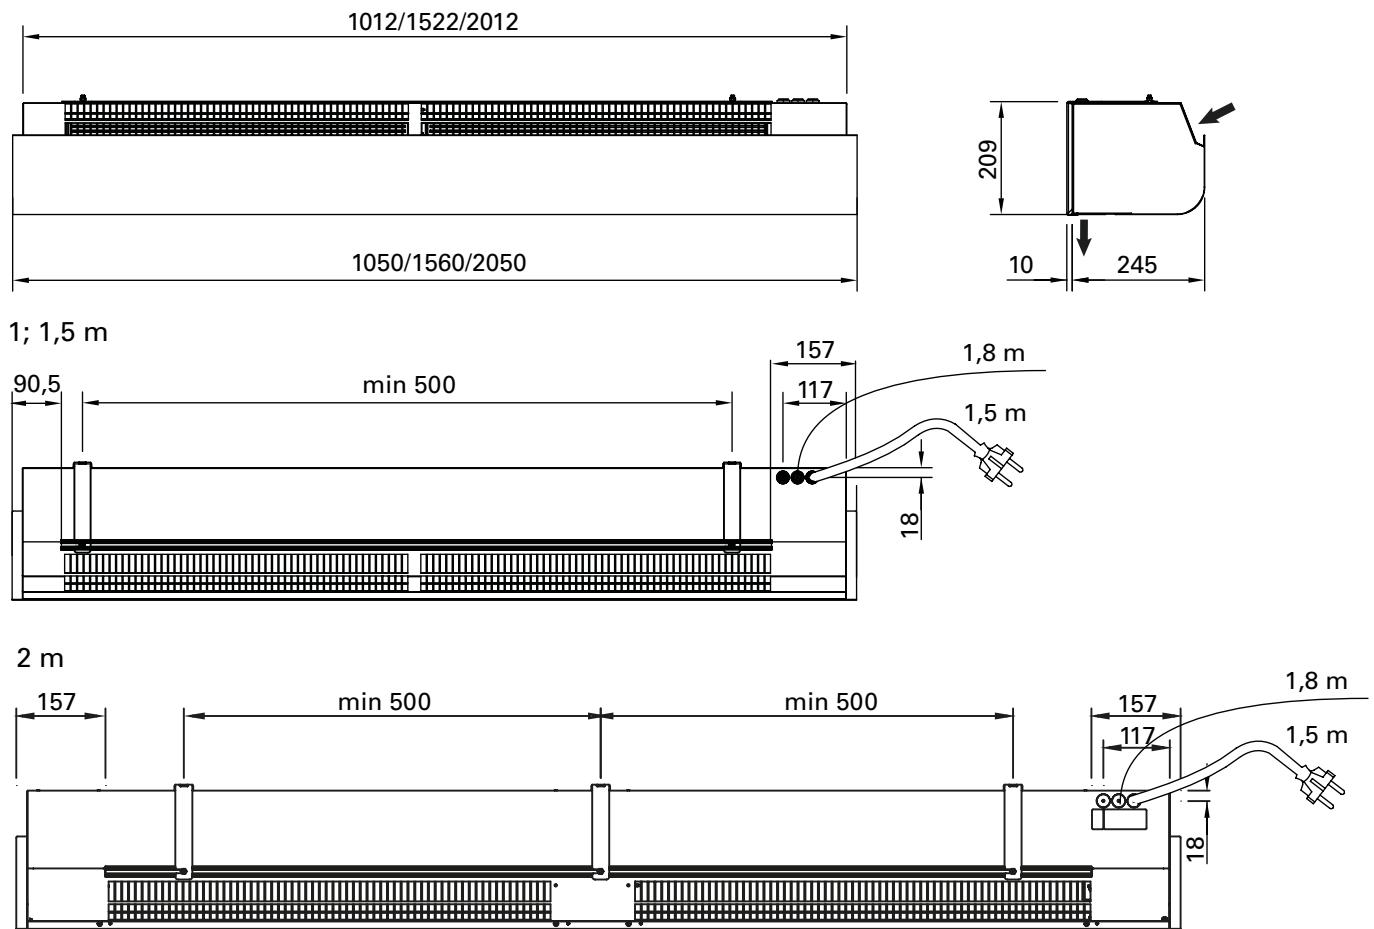
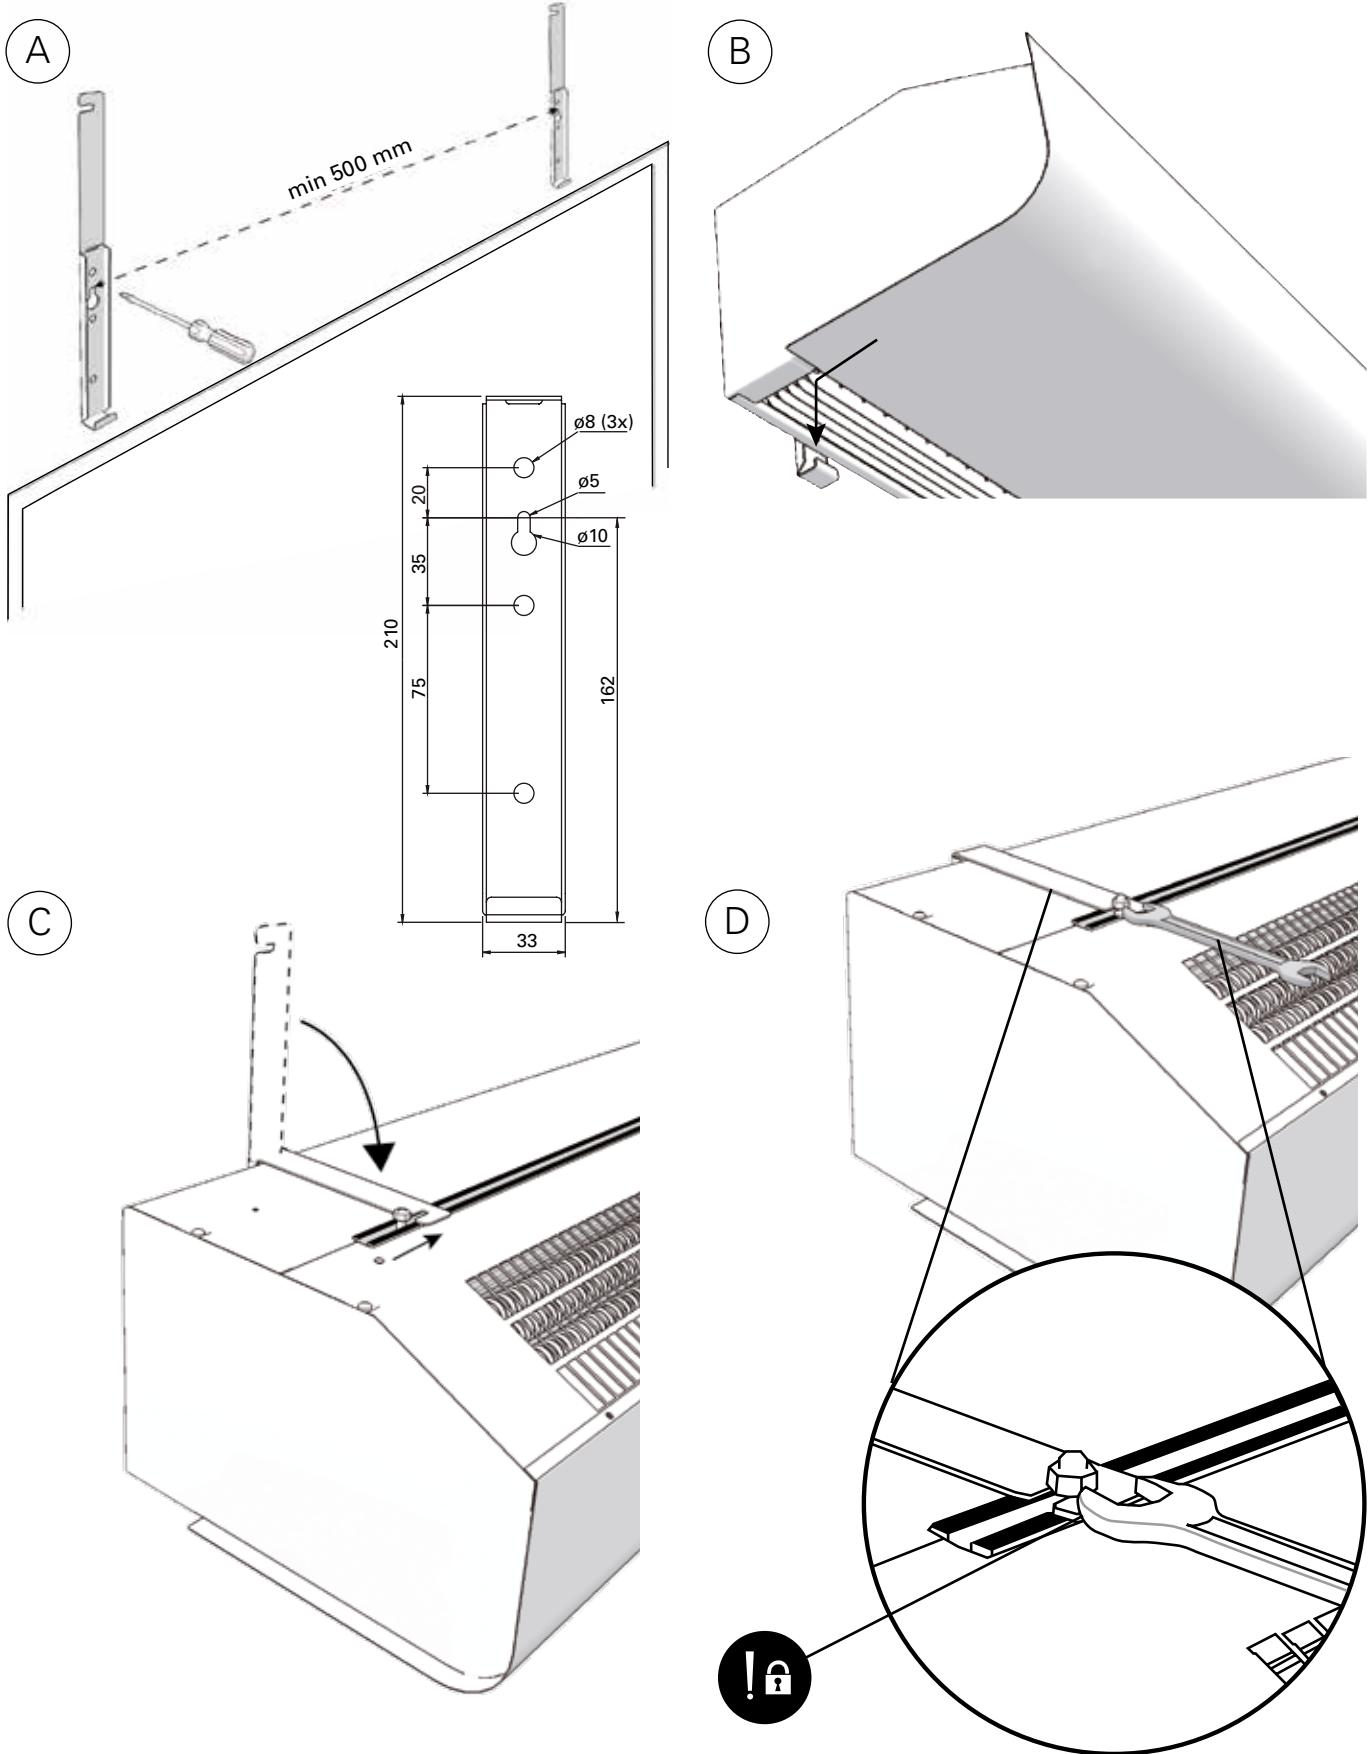

Fig. 1
Fig. 4: Mounting with wall brackets
#### Montering med veggkonsoller (fig. 4)
1. Fest konsollene på veggen, se fig. 4 A og målskisse fig. 1. Hvis veggen er ujevn, må man kompensere for dette med konsollene.
2. Hekt apparatet på den nedre kanten av konsollene. (Fig. 4 B)
3. Bøy toppen av konsollen over apparatet og skyv skruene på apparatet langs skinnen og inn i sporene på konsollene. (Fig. 4 C) Når konsollen har blitt bøyd én gang, må den byttes ut hvis den bøyes bakover mer enn 45°.
4. Lås mutterne mot konsollene. (Fig. 4 D)